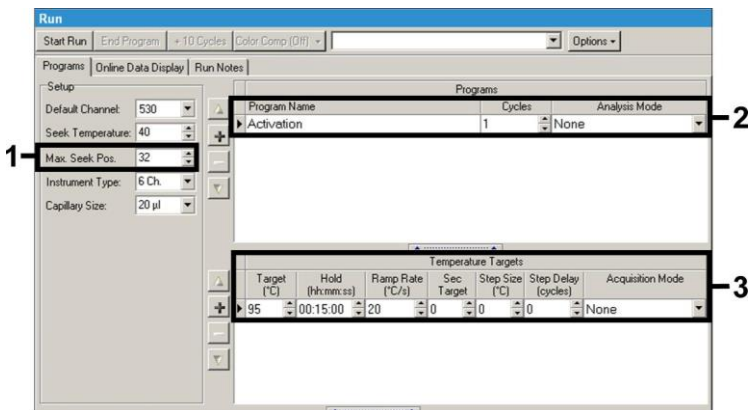

Abb. 6: Initiale Aktivierung des Hot Start-Enzyms.
Anschließend können Sie zur Detektion der *Borrelia*-DNA auf Ihrem *LightCycler 2.0* Instrument ein Temperaturprofil erstellen, das sich aus den folgenden drei Arbeitsschritten zusammensetzt (siehe Abb. 6 - 8).
- A. Initiale Aktivierung des Hot Start-Enzyms Abb. 6
Achten Sie bitte darauf, dass Sie zunächst die Anzahl der für diesen PCR-Lauf vorbereiteten Kapillaren (*Max. Seek Pos.*) eingeben (siehe Abb. 6).